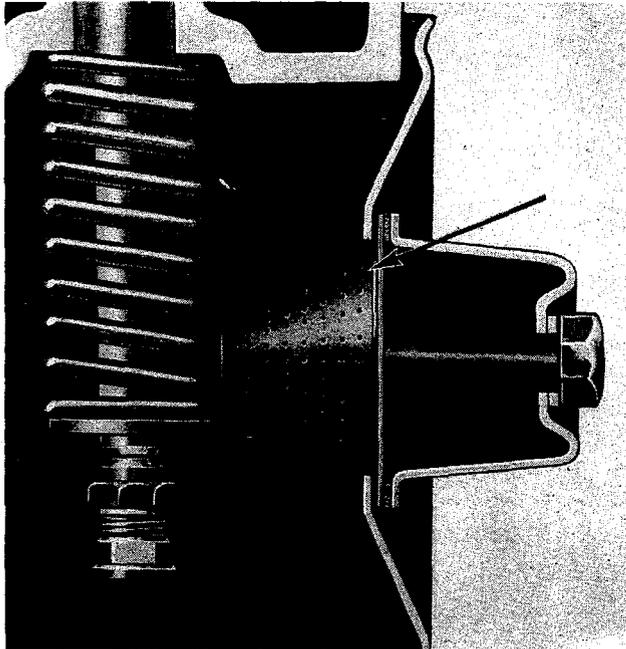

Fig. 17 Sieb der Kurbelgehäuseentlüftung
10. Entferne das Entlüftungsrohr, das vom Entlüftungsventil zu einem an Ventildeckel angeschraubten Winkel führt. Dies an den damit ausgerüsteten Modellen. Entferne die Ventildeckelschrauben und den Ventildeckel. Beim Entfernen der Ventildeckel ist darauf zu achten, dass die Kupferdichtung einer jeden Schraube nicht verloren geht. Werfe das Filtersieb, Fig. 17, beim Instandsetzen eines Motors mit Kurbelgehäuseentlüftung weg, bei damit nicht ausgerüsteten Motoren reinige es und baue es wieder ein. Decke mit einem Lappen die drei im Boden der Ventilkammer sich befindlichen Öffnungen, um ein Hinunterfallen von Keilen in die Ölwanne zu vermeiden.
Klebe eine neue Dichtung auf den Ventildeckel und montiere diesen. Achte darauf, dass sich die Kupferringe unter den Köpfen der Befestigungsschrauben befinden. Reinige das Abschirmblech des Ventilgehäuses, Fig. 17 - bei Motoren mit abgedichteter Entlüftung ist es zu entfernen - und baue es mit neuen Dichtungen ein. Reinige und baue das Ventilgehäuse mit dem Entlüftungsrohr zusammen, wenn der Motor mit einer abgedichteten Kurbelgehäuseentlüftung ausgerüstet ist.